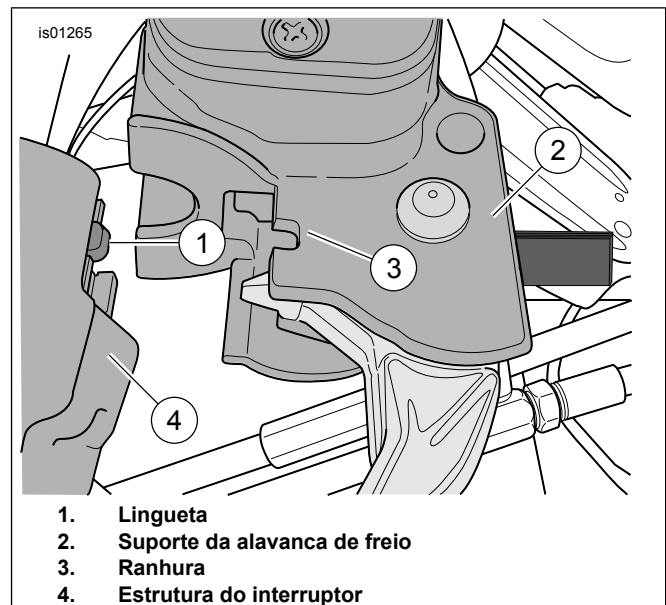

Figura 2. Suporte da alavanca de freio na estrutura do interruptor
4. Veja Figura 2. Posicione o conjunto alavanca de freio/cilindro-mestre na estrutura do interruptor (4) encaixando a lingueta (1) na ranhura (3) que existe na estrutura inferior dos interruptores no topo do suporte da alavanca de freio (2).
5. Pegue os **novos** parafusos (3) e as arruelas lisas (4) do kit. Coloque uma arruela nas roscas de cada parafuso. Alinhe os furos do **novo** prendedor do guidom com os furos da estrutura do cilindro-mestre e monte os dois parafusos nos furos rosqueados.